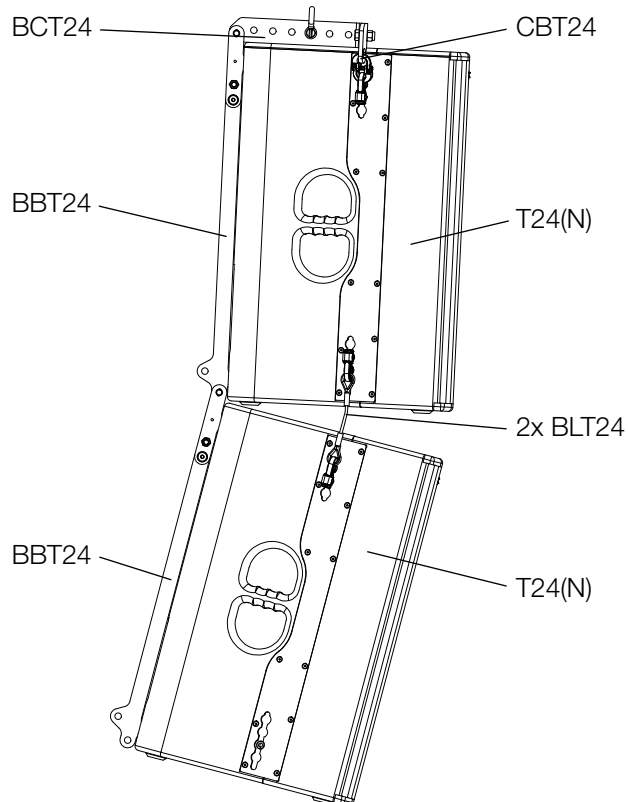

Abbildung 4.11 - Standardvariante
Als Standardvariante hat sich die Variante etabliert in der zwei T24(N) Lautsprecher mit zwei BBT24 Tragelementen, einer CBT24 Aufhängeschiene sowie einem BCT24 Riggingadapter verwendet werden. (Siehe Abbildung 4.11)